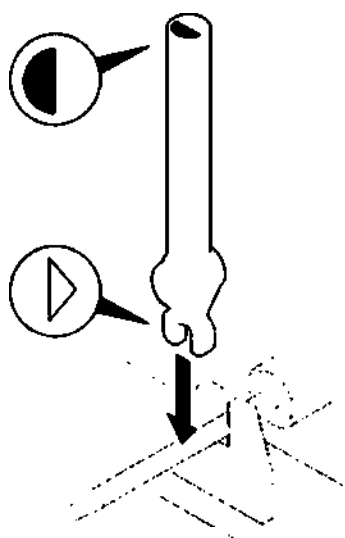

Рисунок 3 – Расположение динамометрического ключа
3. Установить динамометрический ключ на ультразвуковую насадку, как показано. Сторона динамометрического ключа, маркированная символами, должна быть обращена к дистальному концу наконечника (рисунок 3).
2. Установить динамометрический ключ на ультразвуковой насадке, как показано. Сторона динамометрического ключа, маркированная символами, должна быть обращена к дистальному концу насадки (рисунок 3).